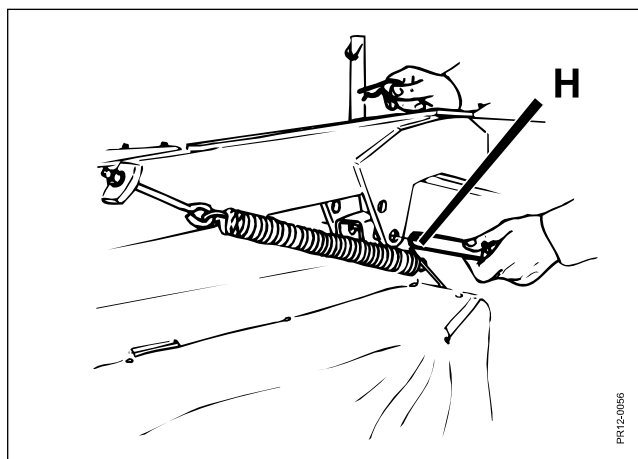

Fig. 3-1
**Fig. 3-1** Pendulophænget skal låses ved tappen **H**, for at undgå trafikskade, men også for at hindre KO-akslen i at gå i blok under transporten. Undlades dette kan stød fra pendulophænget ødelægge KO-akslens kryds og eventuelt dele i gearkasserne.